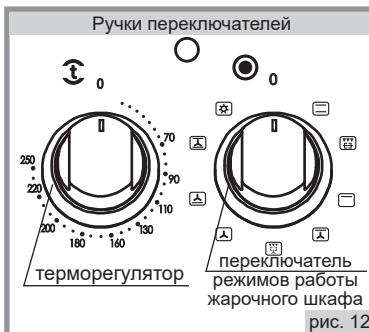

рис. 12
■ Установка рабочей температуры в жарочном шкафу обеспечивается терморегулятором, который задает необходимую температуру (рис.12). Значения температур указаны на панели управления и являются ориентировочными, могут колебаться в пределах $\pm 15^{\circ}\text{C}$.
- Для включения нагревательных элементов необходимо повернуть по часовой стрелке ручку терморегулятора (рис. 12) и установить выбранный температурный режим. При этом у плит имеющих две электроконфорки (рис. 13) загорается желтая сигнальная лампочка.